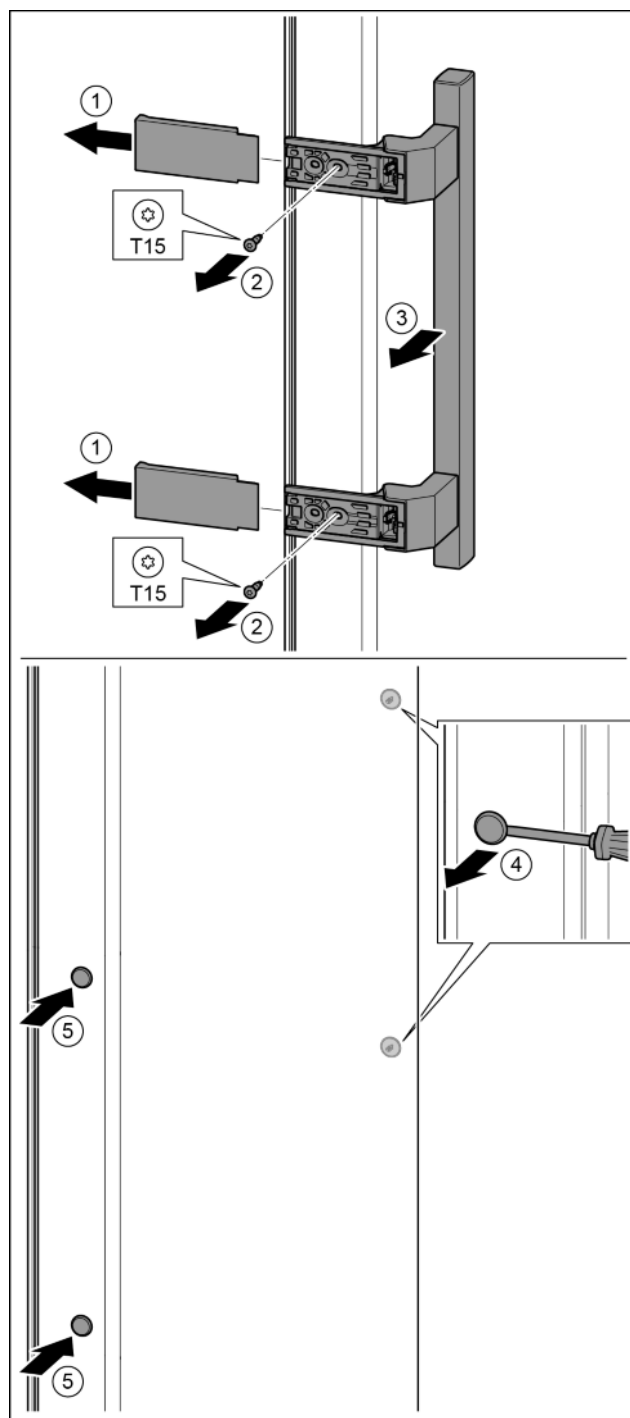

Fig. 15
- Zdjąć osłonę. Fig. 15 (1)
- Śruby wykręcić przy pomocy śrubokręta T15. Fig. 15 (2)
- Zdjąć uchwyt. Fig. 15 (3)
- Boczną zatyczkę ostrożnie podważyć przy pomocy śrubokręta i wyjąć. Fig. 15 (4)
- Zatyczkę założyć ponownie z drugiej strony. Fig. 15 (5)